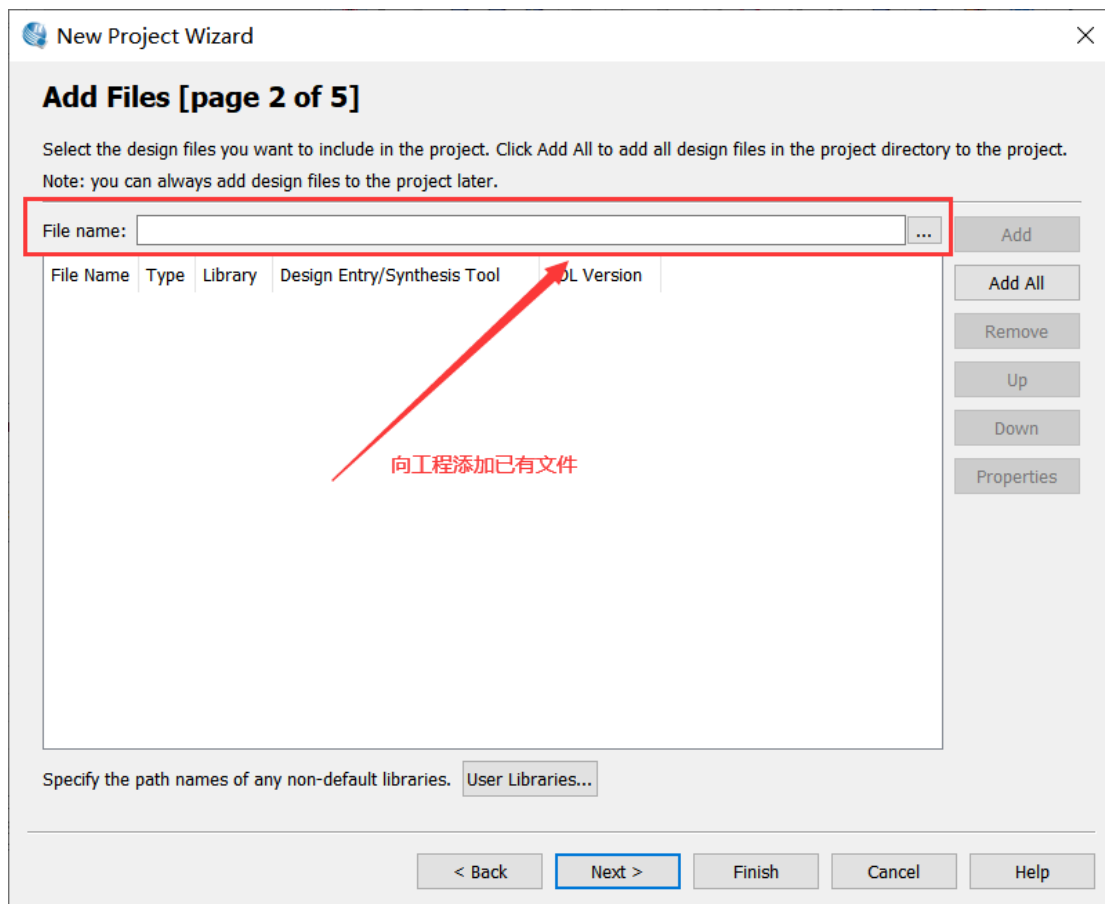

图 1-6
5、此界面主要用来添加已经编辑好的模块文件，若没有直接下一步即可，如图 1-6 所示。